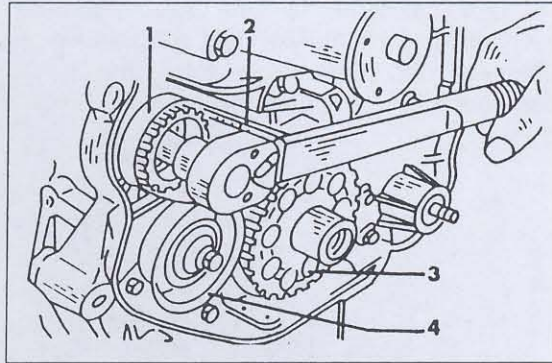

Bild 27
- Die Schraube der Schwingungsausgleichswelle lösen, bis sie mit der Hand ausgeschraubt werden kann. Den zweiten Zahnriemenspanner herunterheben (siehe Bild 27).